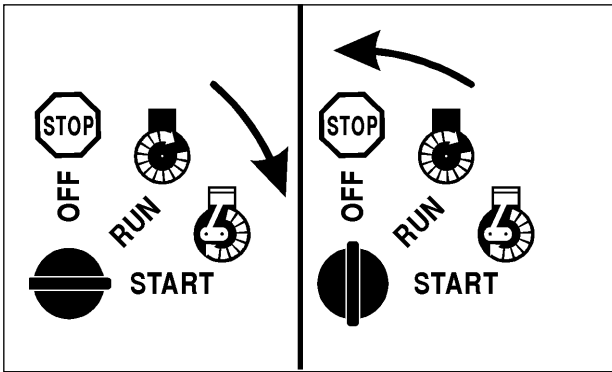

Fig. 18
6. Tourner la clé de contact en position START (Fig. 18) et la relâcher immédiatement dès que le moteur a démarré (Fig. 18). Actionner le démarreur pendant plus de 15 secondes peut provoquer sa surchauffe. Laisser le démarreur refroidir pendant 2 minutes s'il a été actionné plus de 15 secondes.
Pour allumer les lumières, basculer l'interrupteur (fig. 11, pos. c). La clé de contact doit être sur la position. (fig. 18).